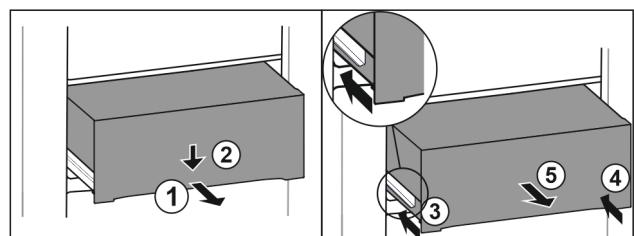

Fig. 70
- ▶ Extrageți pe jumătate sertarul. Fig. 70 (1)
- ▶ Apăsați în jos sertarul pe partea frontală. Fig. 70 (2)
- ▶ Inserați şina stângă aproximativ 2 cm. Fig. 70 (3)
- ▶ Inserați şina dreaptă aproximativ 2 cm. Fig. 70 (4)
- ▶ Extrageți sertarul spre înaptie. Fig. 70 (5)